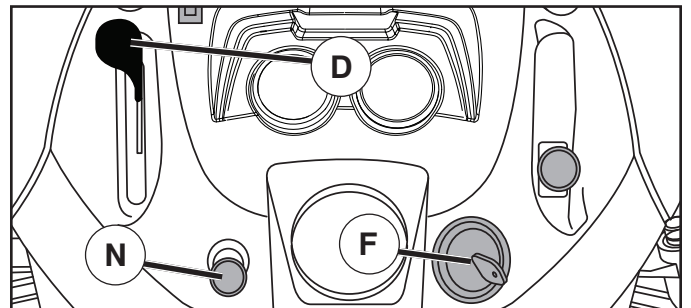

Fig. 7
- Mueva el control de aceleración (D) a la posición lenta.
- Gire la llave de ignición (F) a la posición de apagado "STOP" y remueva la llave al abandonar el tractor para evitar el uso no autorizado.
### PARA USAR EL CONTROL DE LA ACELERACIÓN (D) (Vea Fig. 7)
### PARA USAR EL CONTROL DE ESTRANGULACIÓN (N) (Vea Fig. 7)